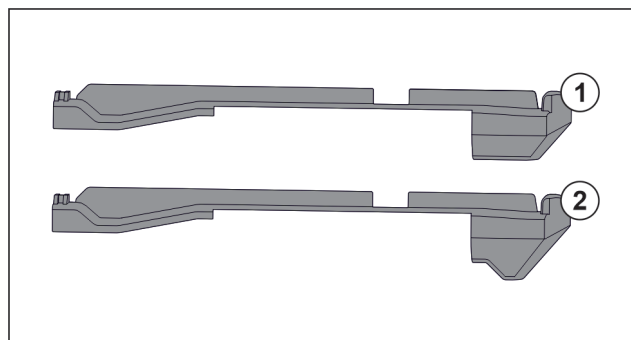

Fig. 54 Porovnání nasazovacích dílů
V přístroji se nacházejí dva různé nasazovací díly. Nasazovací díl nad nejspodnější zásuvkou Fig. 54 (2) má hranu trojúhelníkového tvaru. Všechny ostatní nasazovací díly Fig. 54 (1) mají rovnou hranu.
- ▶ Nasazovací díl Fig. 54 (2) s hranou trojúhelníkového tvaru připevněte nad nejspodnější zásuvkou.
- ▶ Nasazovací díl Fig. 54 (1) s rovnou hranou připevněte na všech ostatních místech.